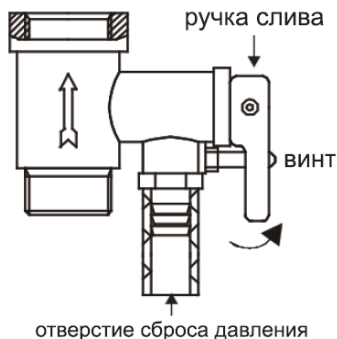

Рисунок 6
4. На входной патрубке, обозначенный голубым цветом и стрелкой направления течения воды, накрутите предохранительный клапан так, чтобы течение воды совпадало с направлением стрелки на корпусе клапана. На отверстие сброса давления предохранительного клапана (см. рисунок 6) оденьте дренажную трубку* для отвода воды (возможно появление при нагревании) в канализацию (трубку необходимо направить строго вниз, запрещено перегибать её).
6. Чтобы слить воду из внутреннего резервуара необходимо, воспользоваться предохранительным клапаном: открутить винт ручки слива предохранительного клапана и перевести ручку слива в верхнее положение, при этом кран выхода горячей воды должен быть открыт, а кран подачи холодной воды в водонагреватель должен быть перекрыт (см. рисунок 6). Из отверстия сброса давления предохранительного клапана потечет вода.